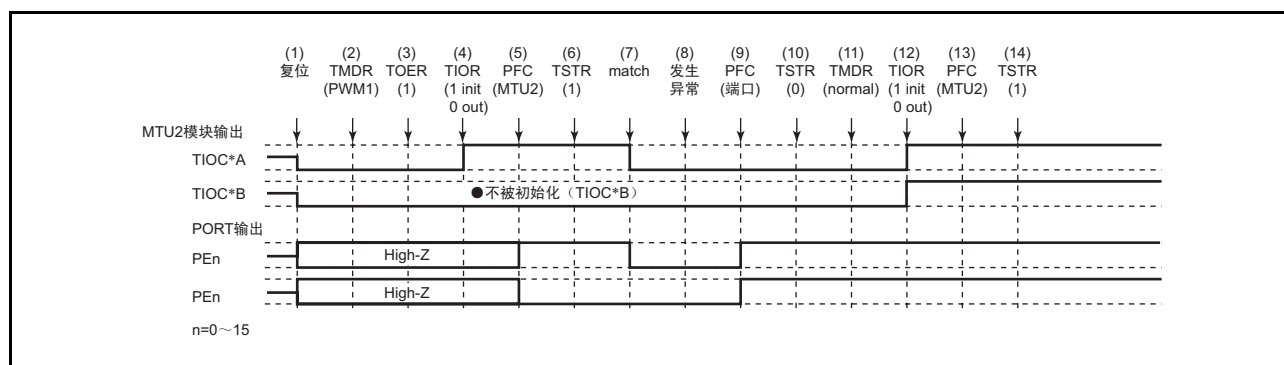

图 10.142 在 PWM 模式 1 中发生异常并在正常模式中恢复
在 PWM 模式 1 中发生异常，重新设定后在正常模式中重新开始的说明如图 10.142 所示。
- (1) ~ (10) 与图 10.142 相同。
- (11) 在 PWM 模式 1 中重新开始时不需要此步骤。
- (12) 必须通过 TIOR 初始化引脚（在 PWM 模式 1 中不初始化 TIOC*B）。
- (13) 必须通过 PFC 设定为 MTU2 输出。
- (14) 通过 TSTR 重新开始。
- (11) 设定 PWM 模式 2。
- (12) 必须通过 TIOR 初始化引脚 (在 PWM 模式 2 中不初始化周期寄存器的引脚)。
- (11) 设定相位计数模式。
- (12) 必须通过 TIOR 初始化引脚。
- (11) 为了初始化波形生成部，必须设定正常模式。
- (12) 必须通过 TIOR 初始化 PWM 模式 1 的波形生成部。
- (13) 必须通过 TIOR 禁止 PWM 模式 1 的波形生成部的运行。
- (14) 必须通过 TOER 禁止通道 3、4 的输出。
- (15) 必须通过 TOCR 选择互补 PWM 的输出电平并允许或者禁止周期输出。
- (16) 设定互补 PWM。
- (17) 必须通过 TOER 设定允许通道 3、4 的输出。
- (18) 必须通过 PFC 设定为 MTU2 输出。
- (19) 通过 TSTR 重新开始。